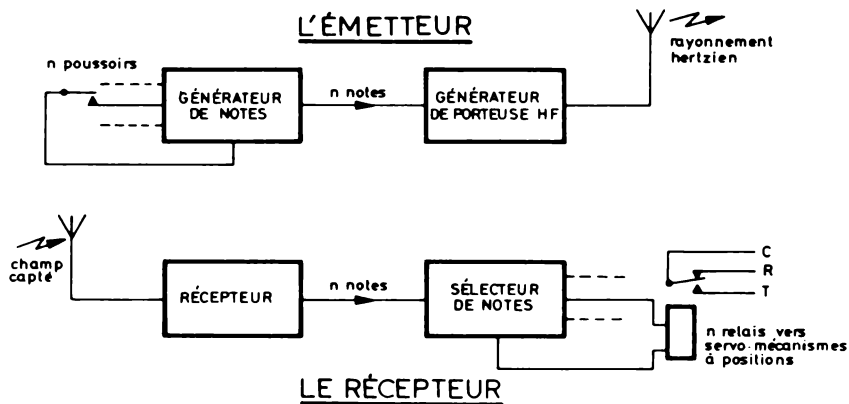

Fig. II.1. — Diagramme de la radiocommande « Tout ou Rien ».
I. La commande en « Tout ou Rien » (fig.II.1)